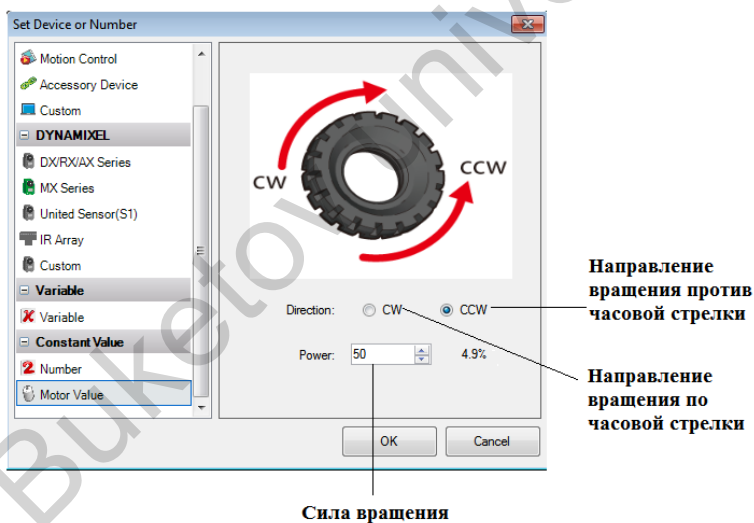

Рисунок 3.34 Окно для указания направления вращения моторов
Для задания направления вращения моторов необходимо в окне **Set device or Number** зайти в пункт **Constant Value** и далее подпункт **Motor Value**. В правой части окна указываем в строке **Direction** направление вращения по часовой (CW) или против часовой (CCW) стрелки. В строке **Power** указываем нужную скорость вращения, в нашем случае это **50** и нажимаем ОК (рисунок 3.34).